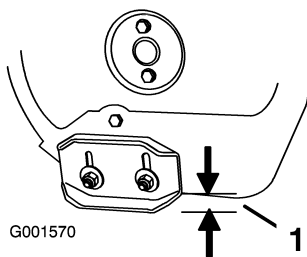

Figure 36
2. Desserrez les écrous de fixation des deux patins aux côtés de la fraise à neige jusqu'à ce que les patins puissent coulisser aisément vers le haut et vers le bas (Figure 36).